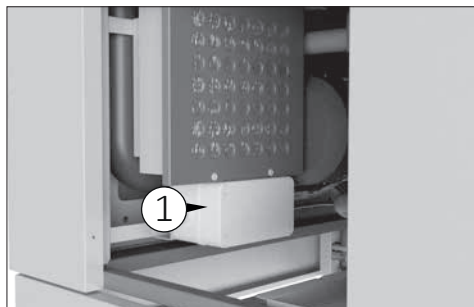
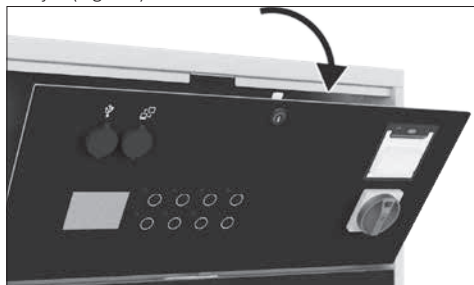

Fig. 7.1
Fig. 7.2
- Există o cutie de jonctiune (1 Fig. 7.1) la care trebuie conectat cablul de alimentare (opțional) (această operațiune este responsabilitatea instalatorului). Cutia de jonctiune este situată sub filtrul HEPA, în panoul inferior al aparatului.
- Mașina este livrată standard cu siguranțe interne. Pentru a înlocui siguranțele interne este necesar să se acceseze cutia de joncțiune din interiorul panoului inferior (1 Fig. 7.1) și la panoul superior prin deschiderea acestuia cu cheia și întorcându-l cu susul în jos (Fig. 7.2). A se vedea tabelul din anexa 11.7.